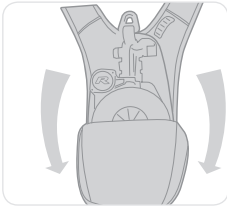

Abbildung 5
- Öffnen Sie den Rucksack, in dem sich das Abseilgerät befindet (siehe Abbildung 5).